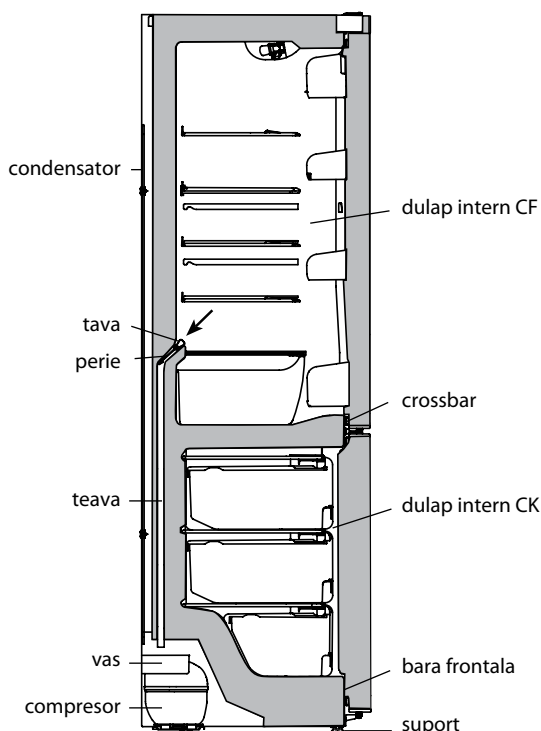

Figura 6 – Schema eliminării apei topite din CF
3.4.1 În CF se utilizează sistemul automat de decongelare. Chucura, care apare pe peretele din spate a CF, se topește în ciclul de dezghețare la deconectarea compresorului și se transformă în picături de apă. Picăturile de apă topită se scurg în vas și prin gaură în tavă patrund în țevă navei pe compresor, în conformitate cu figura 6 unde și se evaporă. În gaura țevii este instalată o perie pentru a preveni înfundarea sistemului de evaporare.
Prezența apei în tavă indică la blocarea posibilă a scurgerii apei. Pentru a elimina contaminarea trebuie a curăța cu peria gaura în tavă, astfel că apa să se scurgă fără obstacole un vas, se spală peria și se instalează în conformitate cu figura 6.
SE INTERZICE exploatarea frigiderului cu sistemul de scurgere înfundat. Apa apărută în partea de jos a camerei frigiderului sau în locul atasamentului plăcii la dulapul interior al CF în conformitate cu figura 6, poate provoca coroziunea camerei exterioare și a elementelor agregatului frigiderului, a distruge izolarea termică, poate cauza formarea de fisuri a camerei interioare și deteriorarea completă a camerei frigiderului.
ATENȚIE! Nu permiteți scurgerea apei topite din CK la dezghețare și curățenie, deoarece apa, patrundând în locul atasamentului plăcii la dulapul interior al CK în conformitate cu figura 6, 7 poate provoca coroziunea camerei exterioare și a elementelor agregatului frigiderului, a distruge izolarea termică, poate cauza formarea de fisuri a camerei interioare și deteriorarea completă a camerei frigiderului.